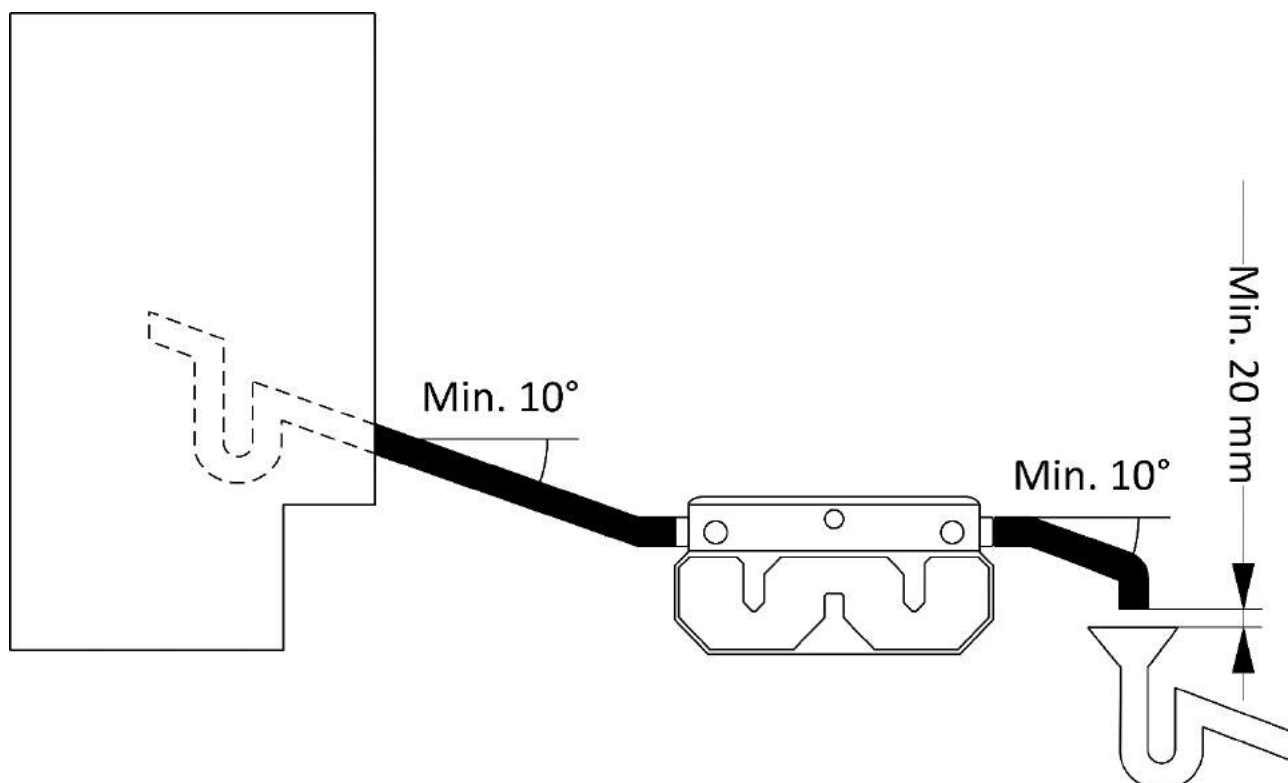
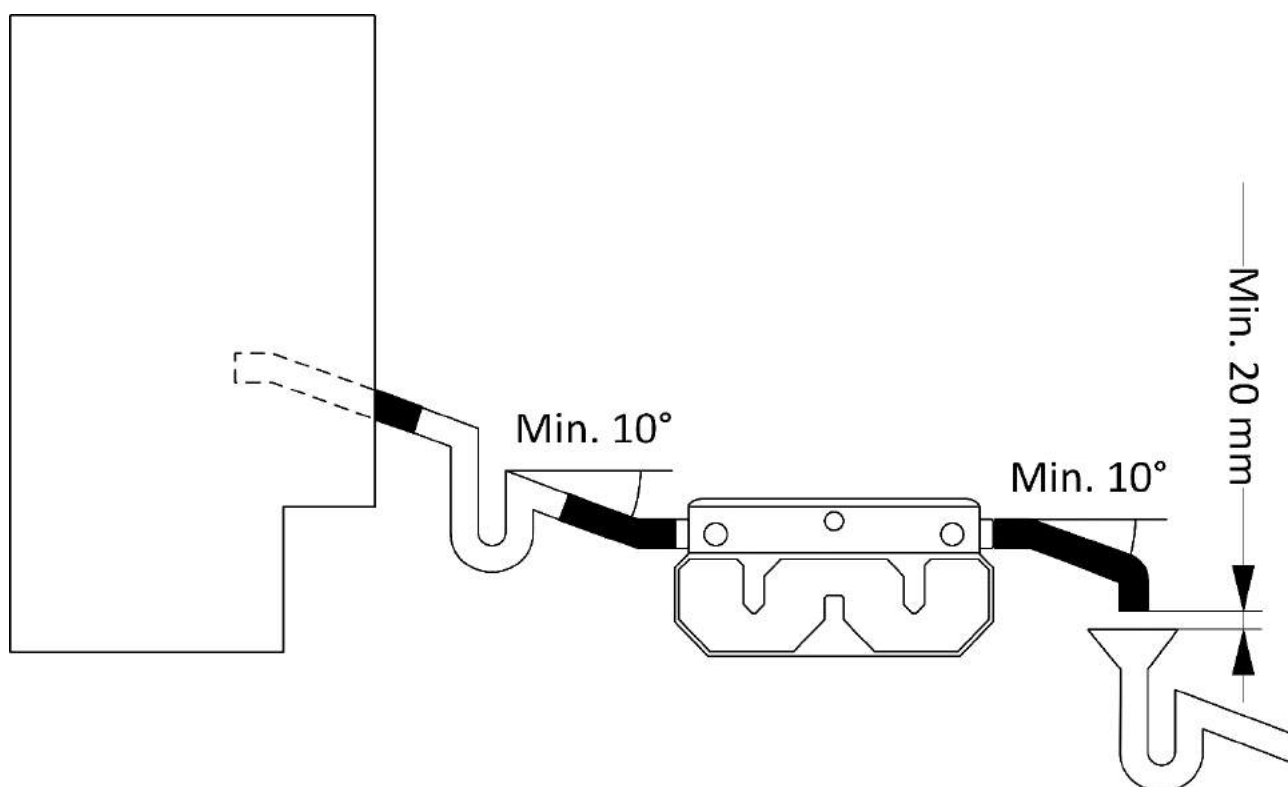

Figura 2: Montaggio di Purecondens® con tubazione di mandata per condensa sifonata nel generatore di calore
Figura 3: Montaggio di Purecondens® con tubazione di mandata per condensa sifonata
3. Collegare Purecondens® seguendo la Figura 2 ovv. Figura 3.
- 3.4. Qualora nel/sul generatore di calore / scambiatore di calore per gas di scarico / sistema di gas di scarico non sia presente alcun sifone, il tubo di entrata deve essere adeguatamente sifonato (vedere Figura 3).